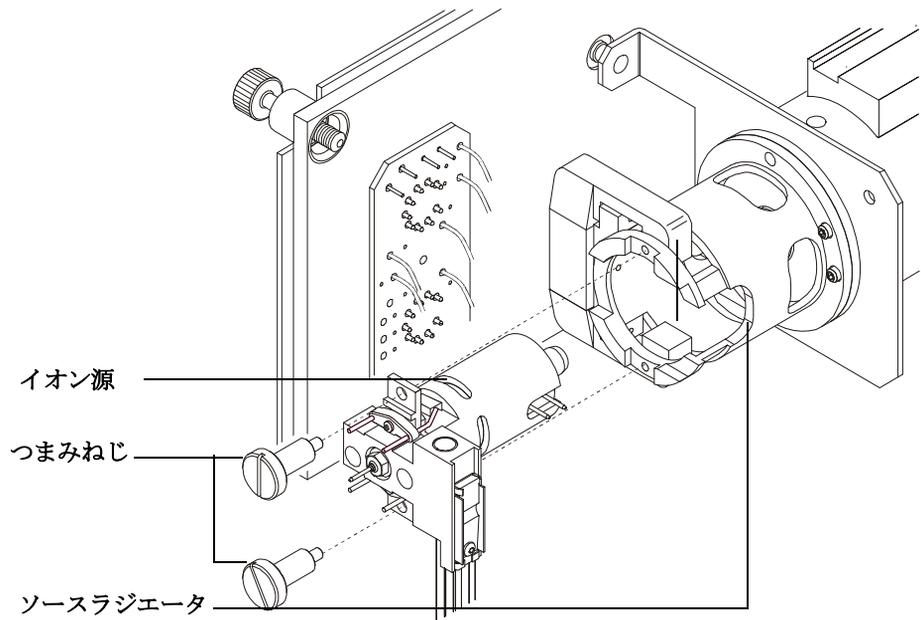

図 30 EI イオン源の取り付け
- 1 イオン源を、ソースラジエータの中へ入れます (図 30)。